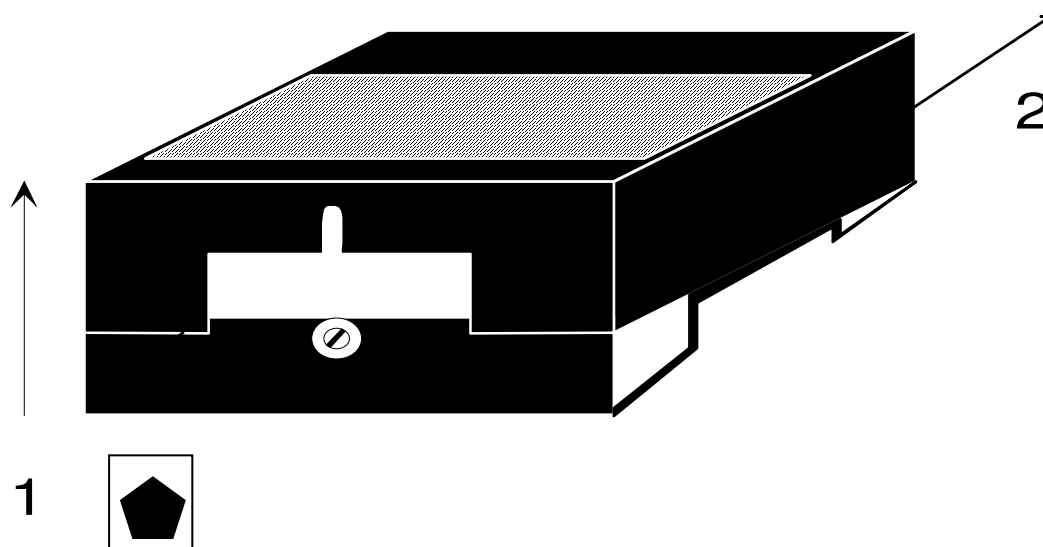

Figure 1 : ouverture du coffret
- ⇒ soulever légèrement le couvercle du côté où se situe la vis, sens 1 de la **Figure 1**,
- ⇒ pousser le couvercle dans le sens 2 de la **Figure 1**, afin de dégager les deux ergots qui maintiennent le couvercle.